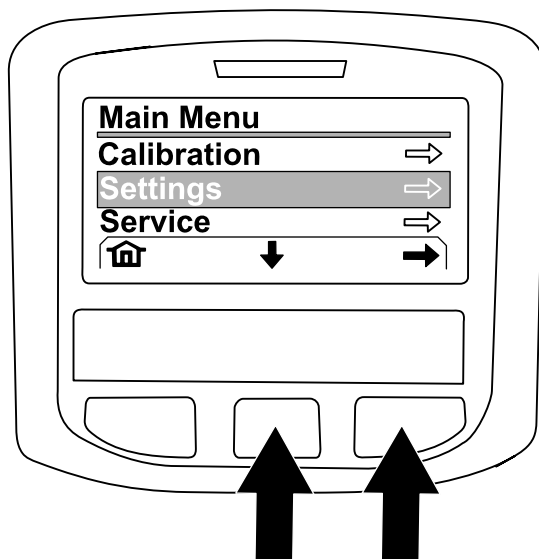

Рисунок 226
4. На странице ГЛАВНОГО МЕНЮ (MAIN MENU) нажмите среднюю кнопку, чтобы перейти к позиции SETTING (НАСТРОЙКА) и нажмите правую кнопку, чтобы выбрать эту позицию (Рисунок 226).